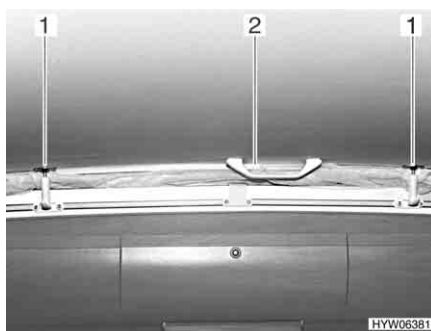

Fig. 48 Tetto sollevabile, chiuso
- Estrarre tutti i tenditori (Fig. 48,1) dal supporto, tirandoli verso il basso.
- Premere il tetto sollevabile verso l'alto mediante le maniglie (Fig. 48,2).
- Premere il tetto sollevabile verso il basso mediante le maniglie (Fig. 48,2).
- Tirare tutti i tenditori (Fig. 48,1) verso il basso e arrestarli.